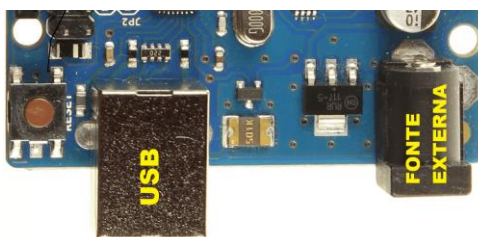

Figura 04 – Alimentação do Arduino
- **Alimentação:** A placa pode ser alimentada pela conexão USB ou por uma fonte de alimentação externa, figura 04.